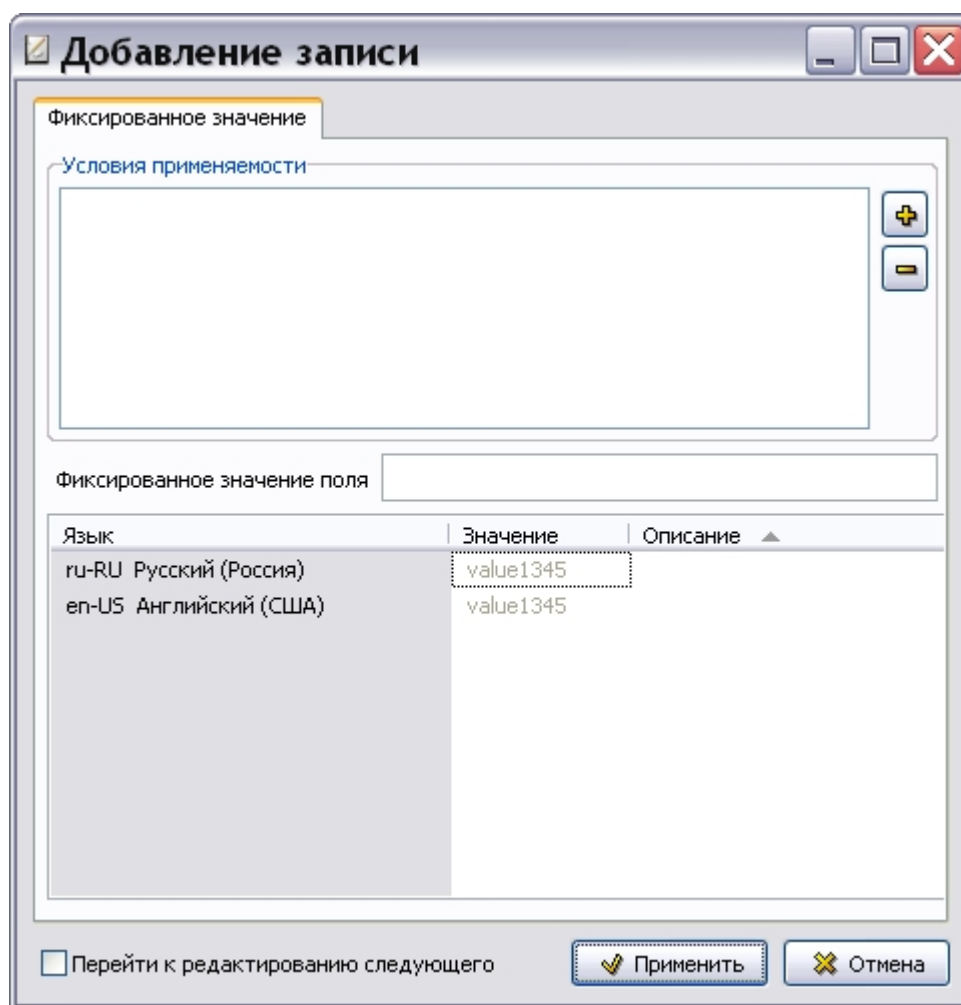

Рис. 2.26
3. В нижнем правом окне редактора нажмите на кнопку **Добавить**. После этого появится диалоговое окно **Добавление записи** для фиксированного значения (Рис. 2.26).